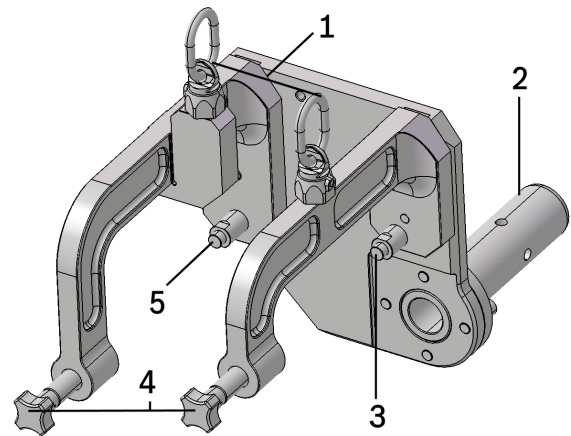

図 1: ギアボックス サポート T40344
3. ギアボックスサポートからボルト(3)を取り外し、安全な場所に保管してください (図 1 を参照)。